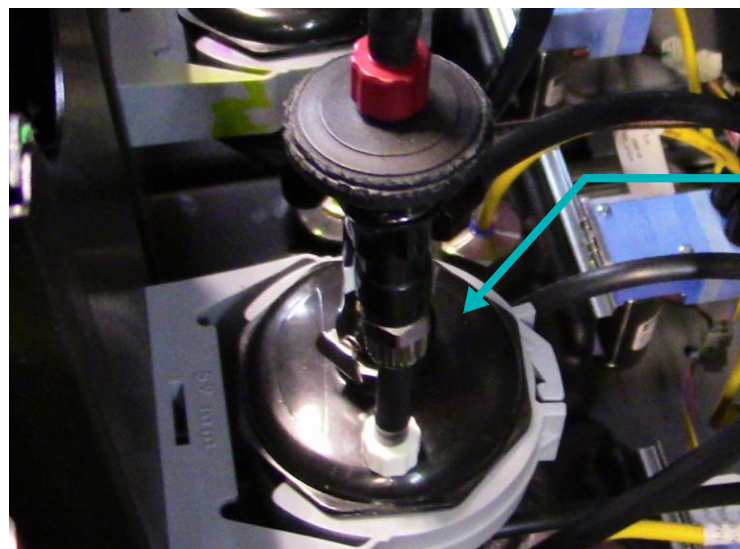

Рисунок 2-46: Фильтр
- C. Найдите первый фильтр Primary Ink Filter, Рисунок 2-46:.